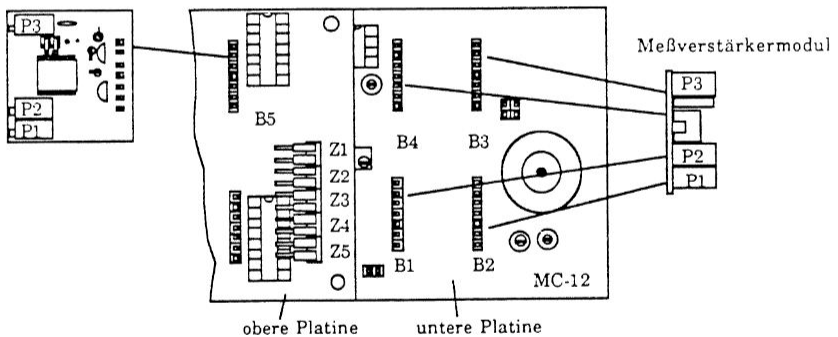

Bild 2
Zum Einbau des MC-12.3 ist das MC-12 (A) durch die 4 (6) seitlichen Schrauben zu öffnen. Auf der unteren Platine sind vier 7-polige Buchsenleisten angebracht. Jede dieser Buchsen kann einen Meßverstärker aufnehmen. Stecken Sie das Modul auf einen freien Steckplatz B1...B4 (Bild 2).